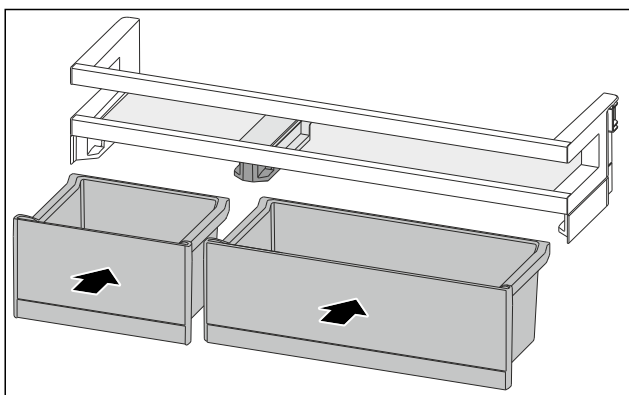

Fig. 123
- ▶ Установите ящики VarioBox, поменяв их расположение. (см. Fig. 123)